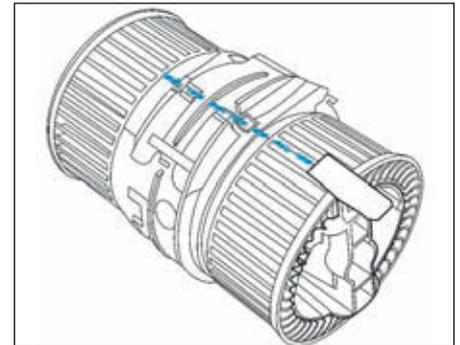

FIG.50
- Aligner l'agrafe de l'outil [1] suivant l'axe (Fig.50).